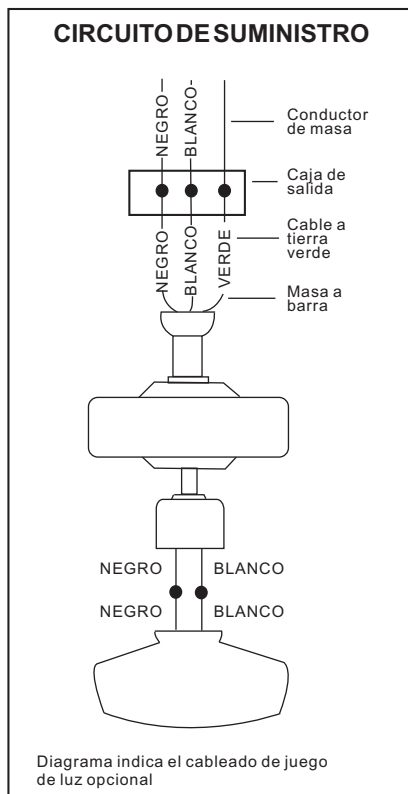

Figura 11
1. Conecte el cable de alimentación (negro) del ventilador con el cable de alimentación de techo negro. (Figura 11)